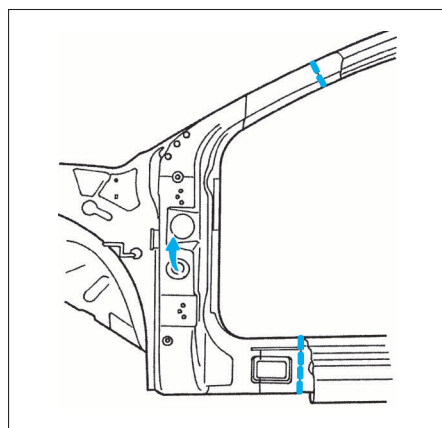

FIG. 48
- Souder par cordons à l'arc sous gaz protecteur (Fig.48).